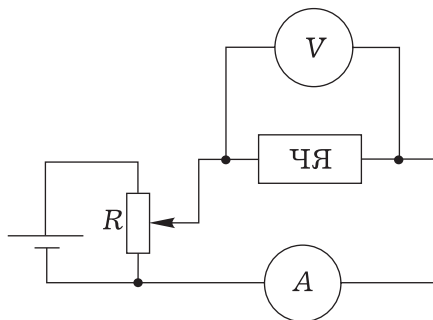

Рис. 13
4. После этого следует получить ВАХ для всех пар выводов ЧЯ, к которым не подключён конденсатор и которые не замкнуты накоротко. Сделать это можно, например, с помощью схемы, приведённой на рис. 13, занося показания амперметра и вольтметра, снятые при двух полярностях на-